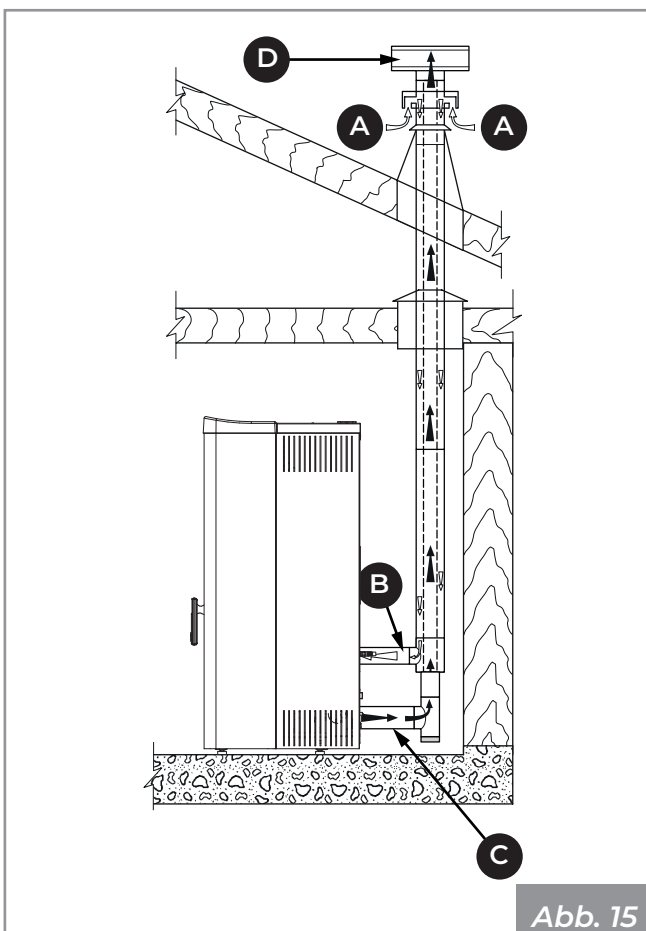

Abb. 15
- die Verbrennungsluft mit Hilfe eines koaxialen Auspuffrohrs für die Abführung der Abgase und den Lufteinlass zu leiten (**Abb. 15 - A, B = Lufteintritt, C, D = Rauchgasaustritt**); daher ist es nicht notwendig, einen klassischen Lufteintritt in den Raum vorzunehmen.